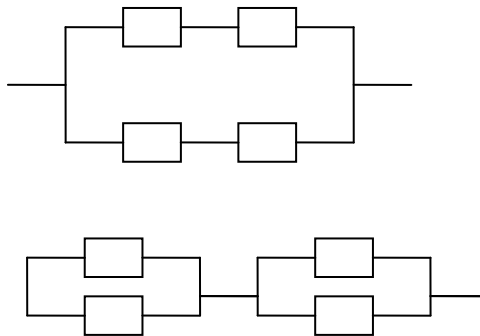

Рис. 8. Блок-схемы надежности ХТС
10. Блок-схемы надежности ХТС имеют вид, приведенный на рис. 8.